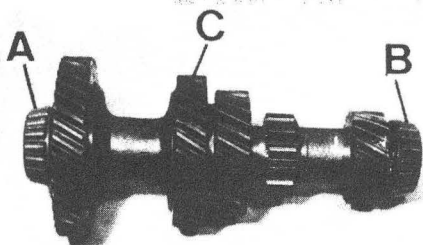

Fig. C1-115 Eje intermedio
- 1.1. Extraer los rodamientos delantero, A (Fig. C1-115) y trasero, B, del eje intermedio, C, y se apartarán, procurando no intercambiar la posición de ambos a la hora del montaje.
- 2.1. Calar los rodamientos delantero, A (Fig. C1-115) y trasero, B, a tope, repetando la posición en que los dos iban montados sobre el eje desechado.
1.2. Desmontar los rodamientos delantero, A (Fig. C1-115) y trasero, B, del eje intermedio, C.
2.1. Calar a tope en el eje intermedio, C (Fig. C1-115) los nuevos rodamientos delantero, A, y trasero, B.